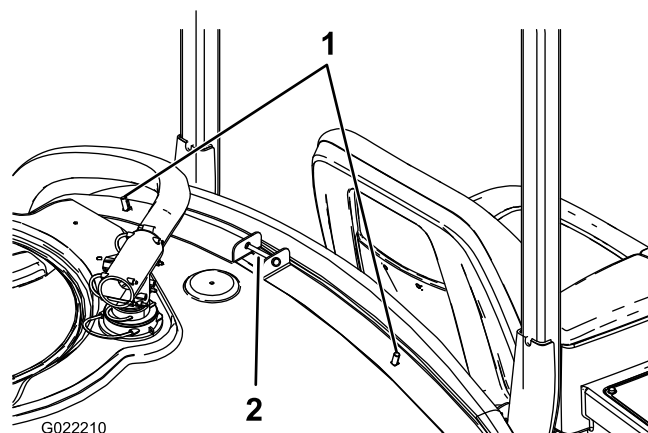

Figura 2
2. Instale dois parafusos de carroçaria nos furos interiores superiores nas correias frontais do depósito (Figura 2).